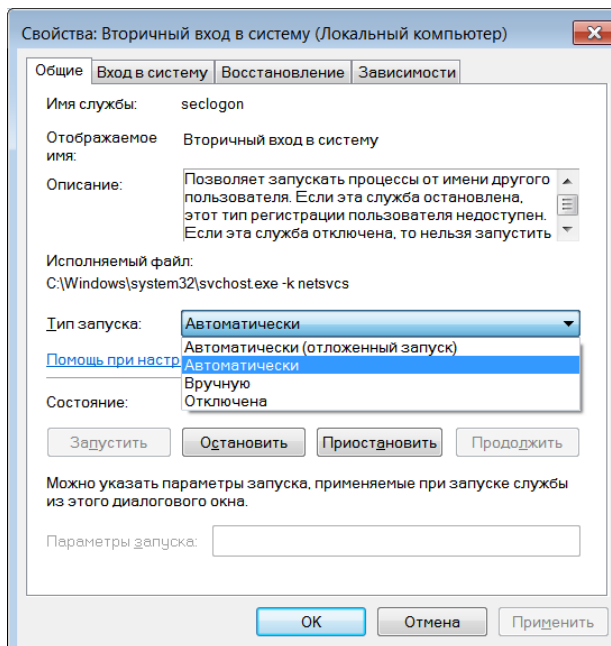

Рис. 5.3. Настройка автоматического запуска
- 1.3. В открывшемся окне *Свойства: вторичный вход в систему* в раскрывающемся списке *Тип запуска* выберите пункт *Автоматически* (Рис. 5.3) и нажмите кнопку *ОК*.